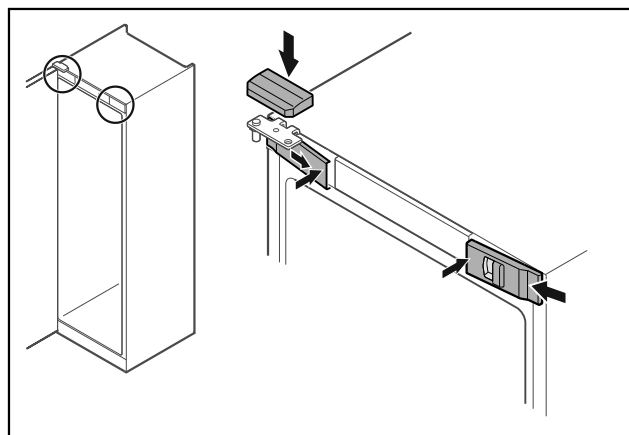

Fig. 46
- Haka fast skydden fram Fig. 46 (1) på sidan och sätt på dem på insidan.
- Sätt på det övre skyddet Fig. 46 (2) uppifrån.